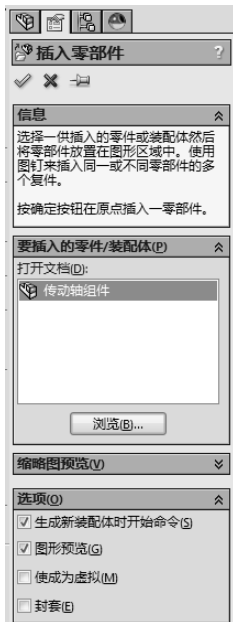

图 10-18 设置插入零部件操控板
- [1] 单击装配体工具栏上的【插入零部件】按钮，出现插入零部件操控板，单击【浏览】按钮，打开一现有文件传动轴组件，设置插入零部件操控板，如图 10-18 所示。